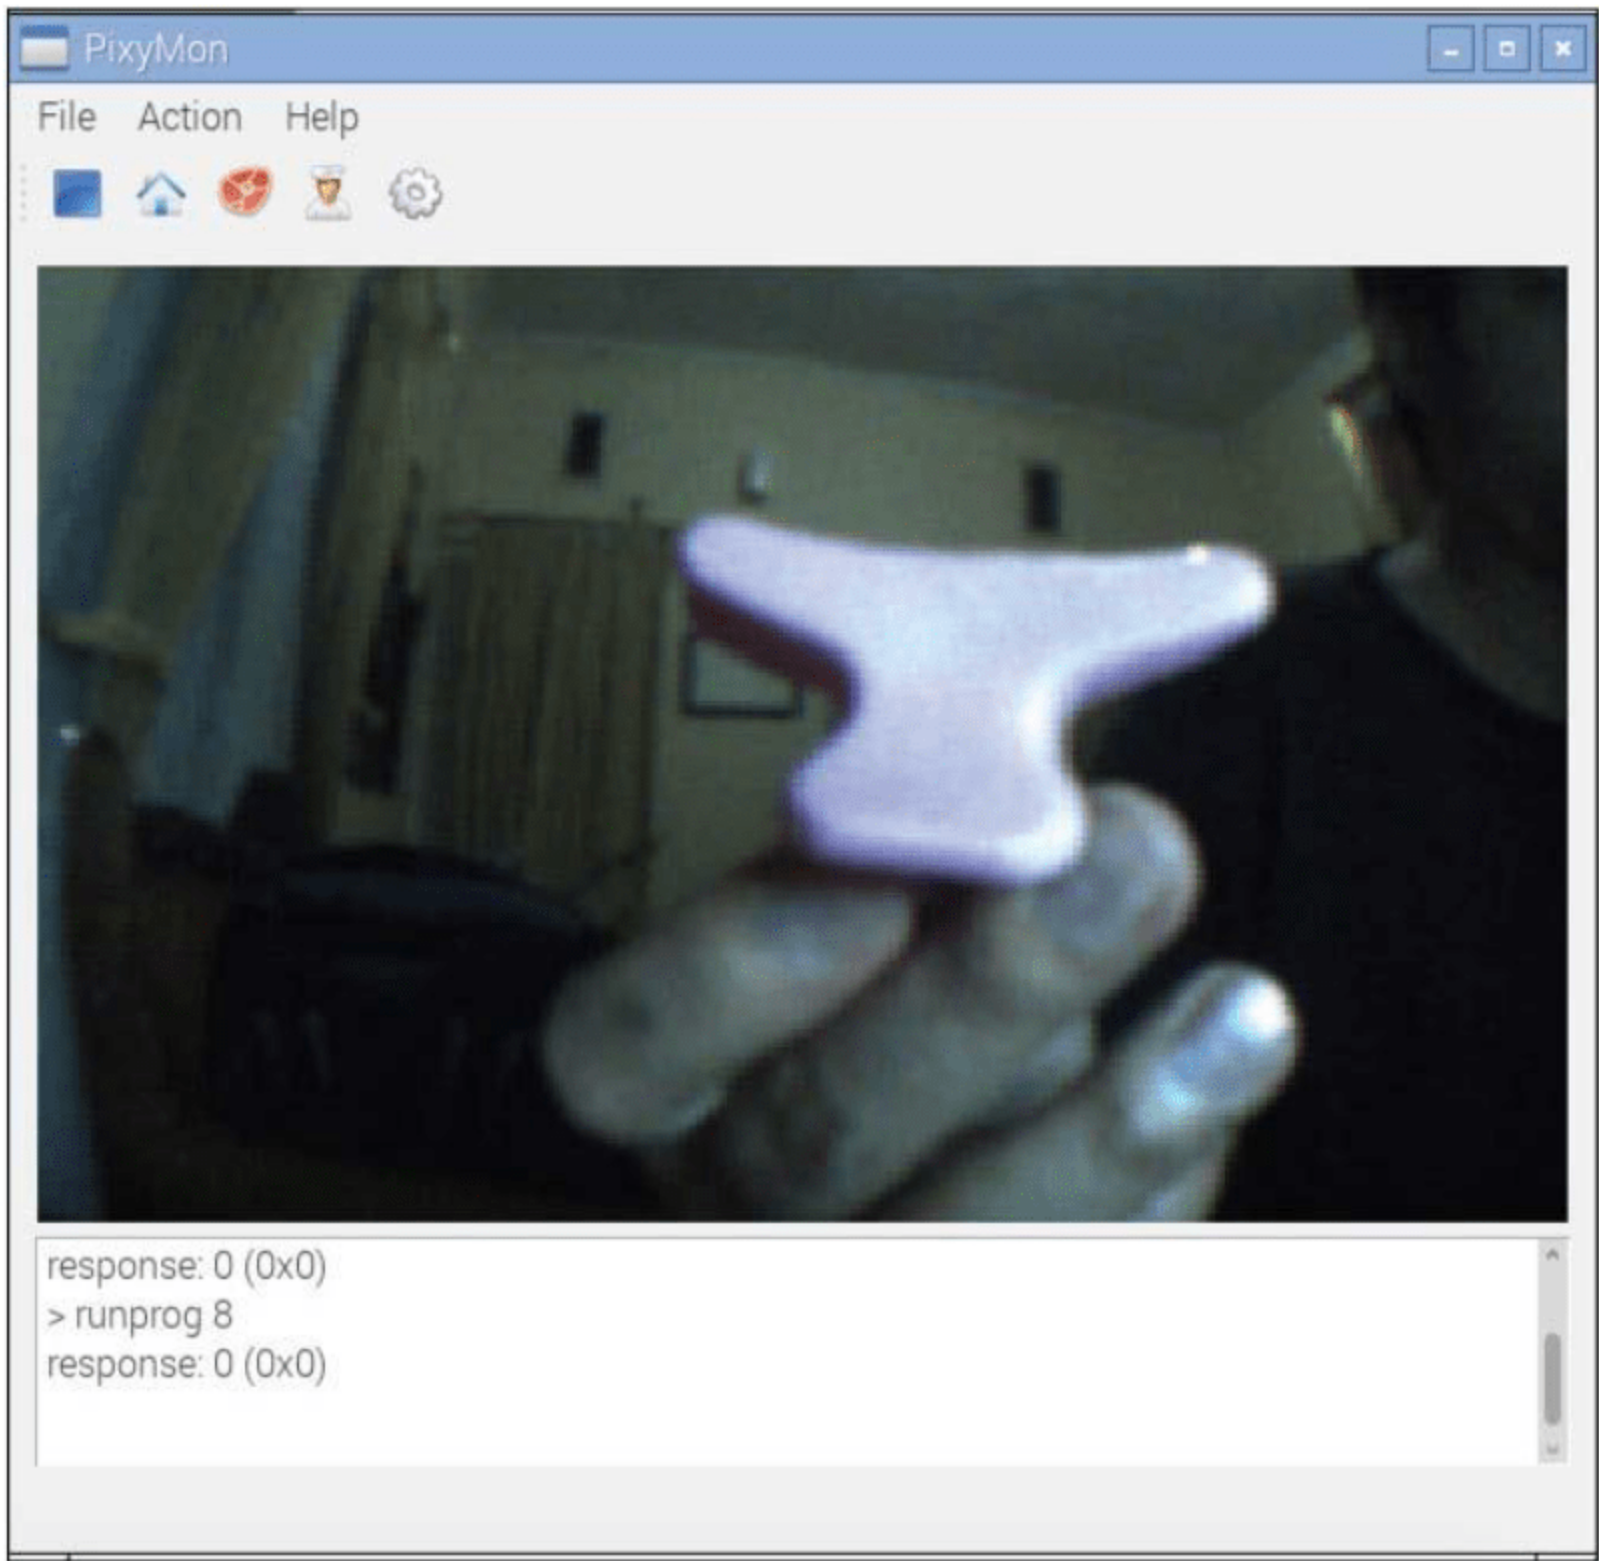

图 3-19
(1) 将 Pixy CMUcam5 插入到 Raspberry Pi。打开 PixyMon 应用，展示任意想要追踪的物体，如图 3-19 所示。